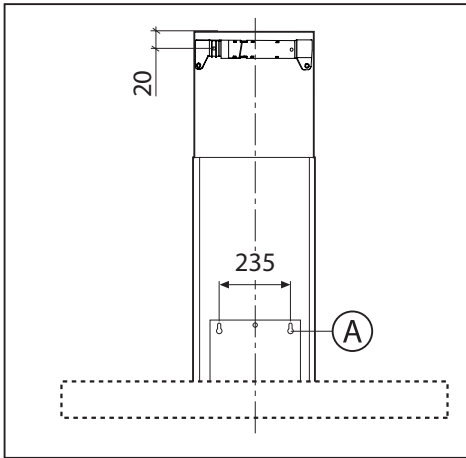
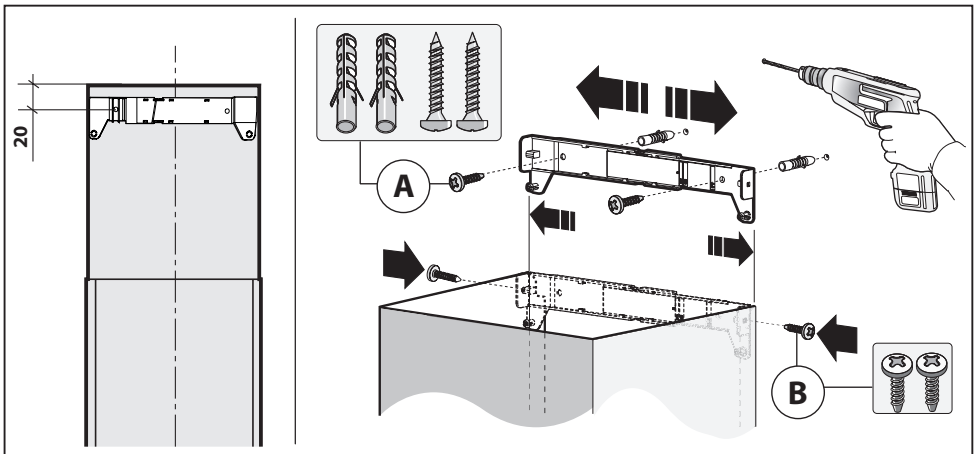

Fig.2
Fig.4
- Borra hålen **A** och ta hänsyn till de angivna måtten (Fig.2).
- Reglera bredden för överdelens fästen (Fig.4).
- Fäst sedan fästet i taket med skruvarna **A** (Fig.4) så att det är i linje med din spiskåpa och ta hänsyn till avståndet till taket som anges i Fig.2.